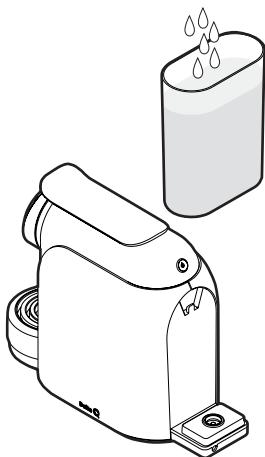

Fig. 3: Rimuovere il serbatoio dell'acqua e riempirlo d'acqua.
- Rimuovere il serbatoio dell'acqua e aprire il coperchio (vedere **Fig. 3**). Quindi, riempire il serbatoio con circa 1 L d'acqua.
In seguito collocare circa 1 L di acqua nel serbatoio (vedere **Fig. 3**).